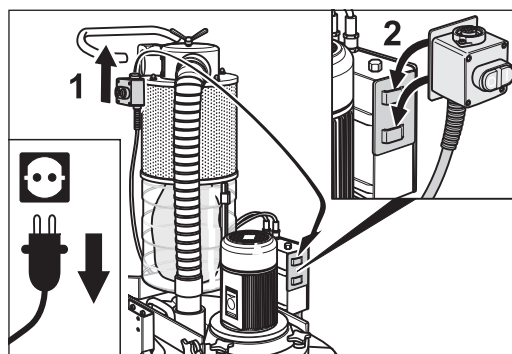

Fig. 27 Accrochez l'interrupteur Marche/Arrêt dans le support de transport sur le coffret de commutation.
- 3 Débranchez l'interrupteur Marche/Arrêt sur le châssis et accrochez-le au support de transport sur le coffret de commutation (fig. 27).